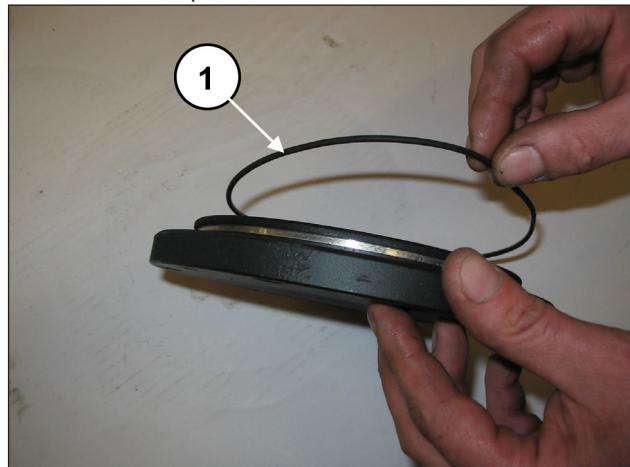
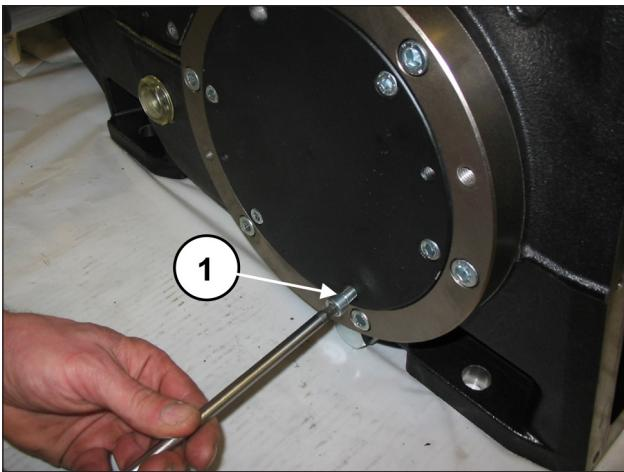

Fig. 89
Fig. 90
Retirer la cale anti-rotation sous le corps de la bielle centrale. Monter les deux couvercles deux caches roulement (avec les joints toriques respectifs) (rep. ①, Fig. 89) à l'aide de 6+6 vis M8x20 (rep. ①, Fig. 90).